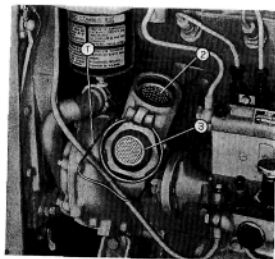

Fig. 22. - Bocchettone di rifornimento olio e sfiatatoio motore.
**Ogni 80 ore di lavoro:** smontare lo sfiatatoio dal tappo del bocchettone di rifornimento olio (fig. 22), e lavarlo in petrolio.